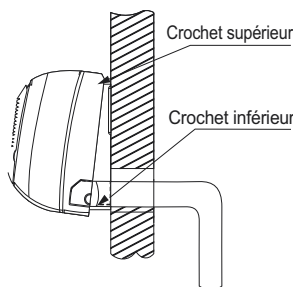

Fig. 15 — Installation du module intérieur
7. Appuyez la partie inférieure du boîtier intérieur sur le mur en la poussant vers le haut, puis déplacez le module intérieur d'un côté à l'autre et de haut en bas pour vérifier s'il est bien accroché (voir fig. 15).